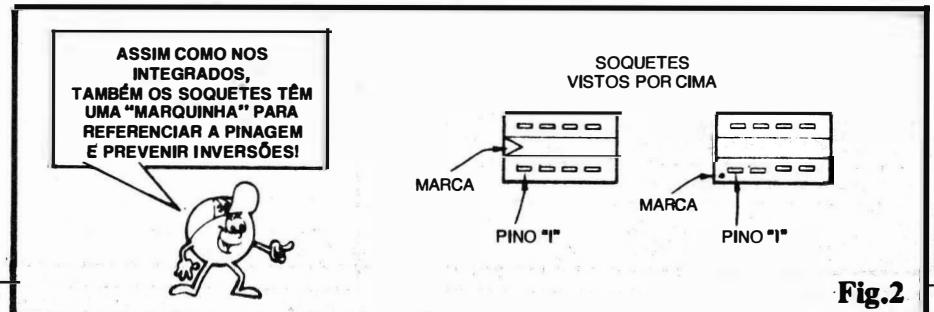

Fig.2
**FIG. 2 - SOQUETES TAMBÉM TÊM A "MARQUINHA" DE REFERÊNCIA** - Dissemos, aí atrás, que não haveria problema num soquete ser, eventualmente, soldado "invertido" a uma placa... Entretanto, é óbvio que se as "coisas" forem feitas da maneira correta, melhor! Além disso, é sempre bom manter uma referência visual consistente, no próprio soquete, sobre qual a posição correta de inserção do Integrado... Nós já vimos, em TRUQUES & DICAS anteriores, como a pinagem dos Integrados DIL é identificada, numerada ou "contada", sempre em sentido anti-horário, e a partir da extremidade da peça que contém uma pequena marca (um chanfrinho, um ponto colorido, em depressão ou relevo...), olhando-se a peça por cima (pelas "costas"...). Um sistema muito semelhante é adotado pelos fabricantes dos soquetes: na maioria deles, ou existe um pequeno chanfro em "V" numa das extremidades, ou um ponto nítido (em relevo ou depressão) junto a um dos cantos, ou mesmo, em alguns casos, o algarismo "1" demarcado em relevo junto ao respectivo pino. Para todos os efeitos práticos, aos soldarmos um soquete numa placa de Impresso, consideraremos o posicionamento da sua "marquinha" exatamente como faríamos **diretamente** com um Integrado! Simplesmente, quando chegar o momento de "enfiar" as "pernas" do dito Integrado no soquete, basta respeitarmos essa referência (extremidade "marcada" do Integrado coincidindo com a extremidade "marcada" do soquete...).